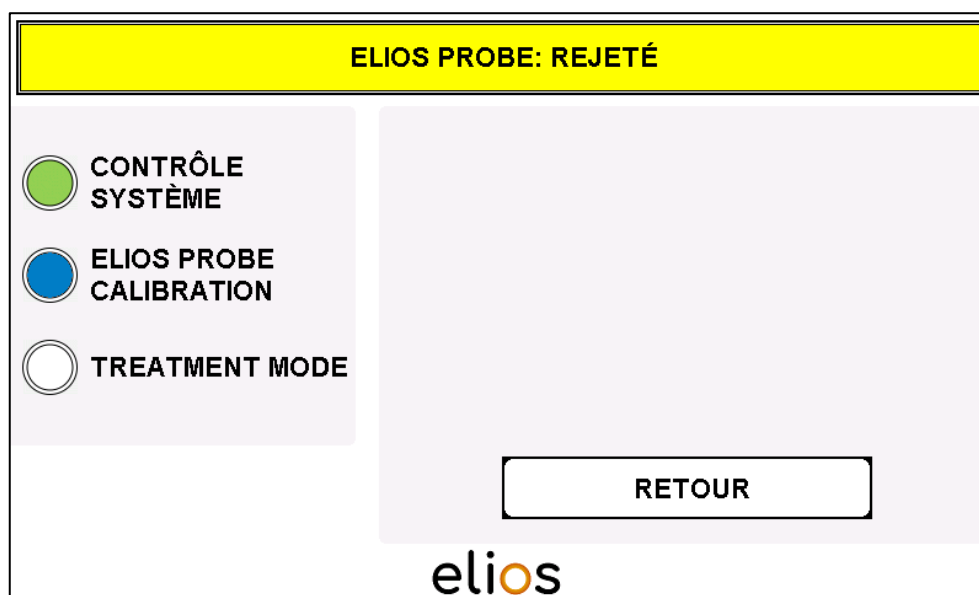

Fig. 4-8: Reconnaissance de la fibre – ELIOS PROBE : REJETÉ
- Le logiciel reconnaît les fibres déjà utilisés et restérilisés et ceux-ci sont désactivés. La notification « **ELIOS PROBE: REJETÉ** » est affiché et il n'est pas possible de continuer dans le programme (Fig. 4-8).
- Le menu précédent est à nouveau accessible en appuyant sur « **RETOUR** » (Fig. 4-8).